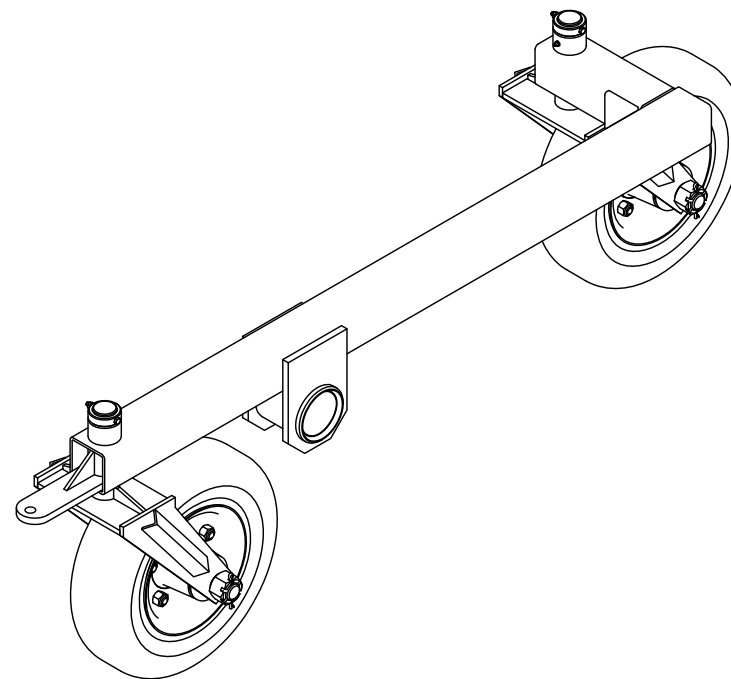

Рис.13. ЛДГ 03.010 Колесная пара.
3.10. Колесная пара ЛДГ 03.010 правая (Рис. 13) является опорной частью правого бруса и служит для передвижения бруса вместе с луцильником.